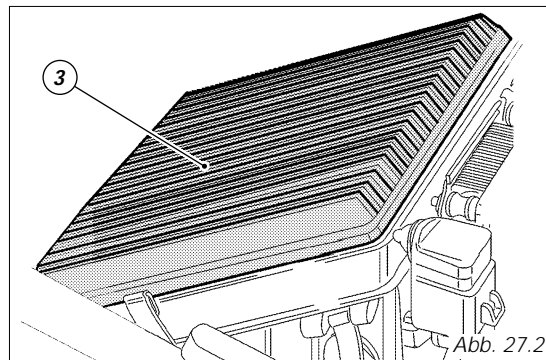

Abb. 27.2
Der Luftfilter muss in den von der Tabelle für die regelmäßigen Instandhaltungsarbeiten (siehe Garantieheft) vorgeschriebenen Zeiten ausgetauscht werden. Um an den Filterkasten gelangen zu können, muss man den Kraftstofftank anheben (Seite 35). Die Befestigungsklammern (1) des Deckels an beiden Seiten des Filterkastens aushaken, dann den Deckel (2) abnehmen. Den Filtereinsatz (3, Abb. 27.2) entfernen und austauschen.